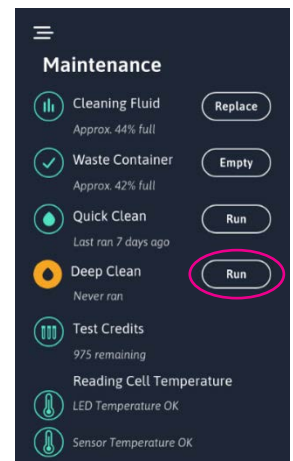

Figura 34
1. Pulse el botón «Ejecutar» que aparece al lado de Limpieza profunda en el submenú Mantenimiento para iniciar una limpieza profunda (Figura 34). El analizador comprobará si los volúmenes de los recipientes de iWASH e iWASTE son adecuados y le indicará que los reponga en caso contrario. Si el volumen es suficiente, el analizador indicará al usuario que inserte la solución de limpieza.